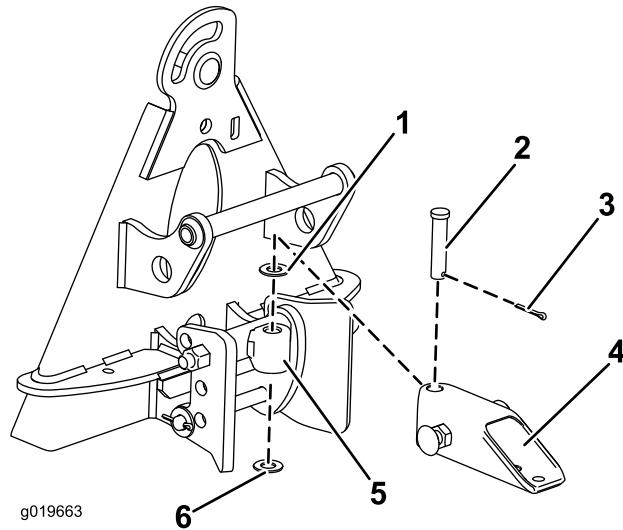

图3
1. 使用 1 个柱销、2 个垫圈和 1 个开口销将挂钩管总成固定到挂钩组件上 图3。